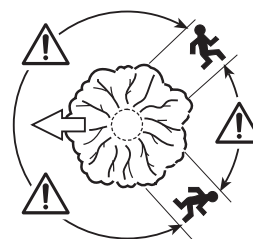

Fig. 38
3. Avant le début de la coupe, il est indispensable de prévoir un itinéraire de retraite et de dégager tous les obstacles. L'itinéraire de retraite doit être dirigé vers l'arrière, en diagonale, du côté opposé à la direction de chute supposée (Fig. 38).